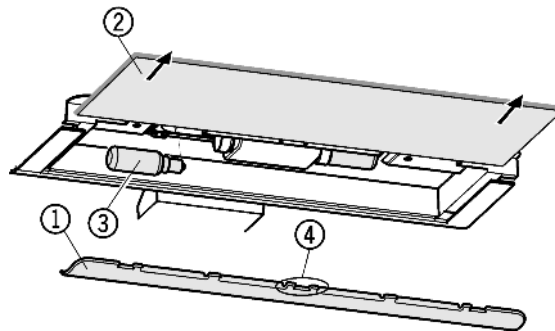

Fig. 14
- ▶ Scherm Fig. 14 (1) afnemen: neem het scherm met de vingers vast en klik los.
- ▶ Glasplaat Fig. 14 (2) uitnemen.
- ▶ Vervang de gloeilamp Fig. 14 (3).
- ▶ Scherm weer opsteken: rechts en links vastklikken, waarbij u ervoor zorgt dat de haak Fig. 14 (4) in het midden over de glasplaat komt.